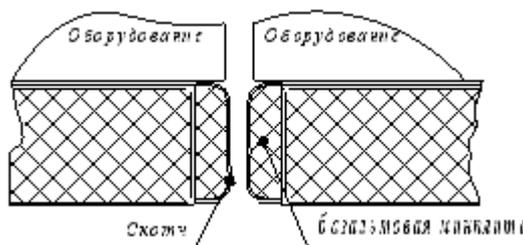

Рисунок 15 – Заполнение труднодоступных щелей до стыковки блоков
- 3.7.4. В труднодоступных местах нижнего стыка блоков заполнять щели до стыковки блоков, с креплением утеплителя (минплита) скотчем к раме основания (смотри рисунок 15).